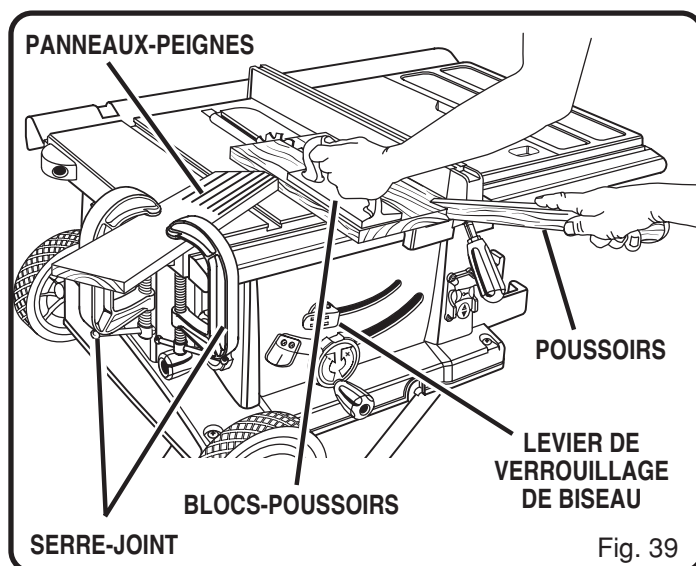

Fig. 39
- Utilisez toujours des bloc-poussoirs, des poussoirs et des panneaux-peignes lors des coupes incomplètes pour éviter les blessures. Voir la figure 39.